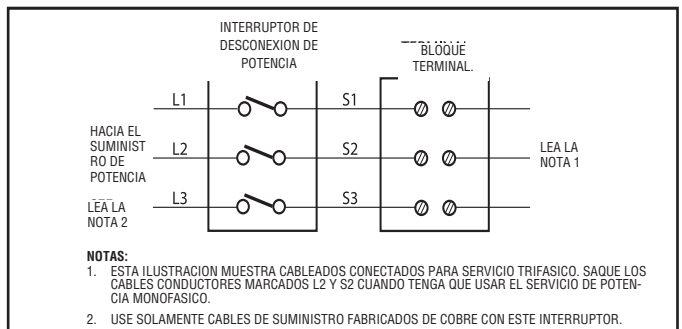

Figura 8. Diagrama de Cables del Interruptor para Desconexión de Potencia DS25, DS60, 3UG68, 3UG69, 2YU93 y 2YU94
6. Use el diagrama de cableado como referencia, Figura 8, para conocer el procedimiento de conexión de cables.